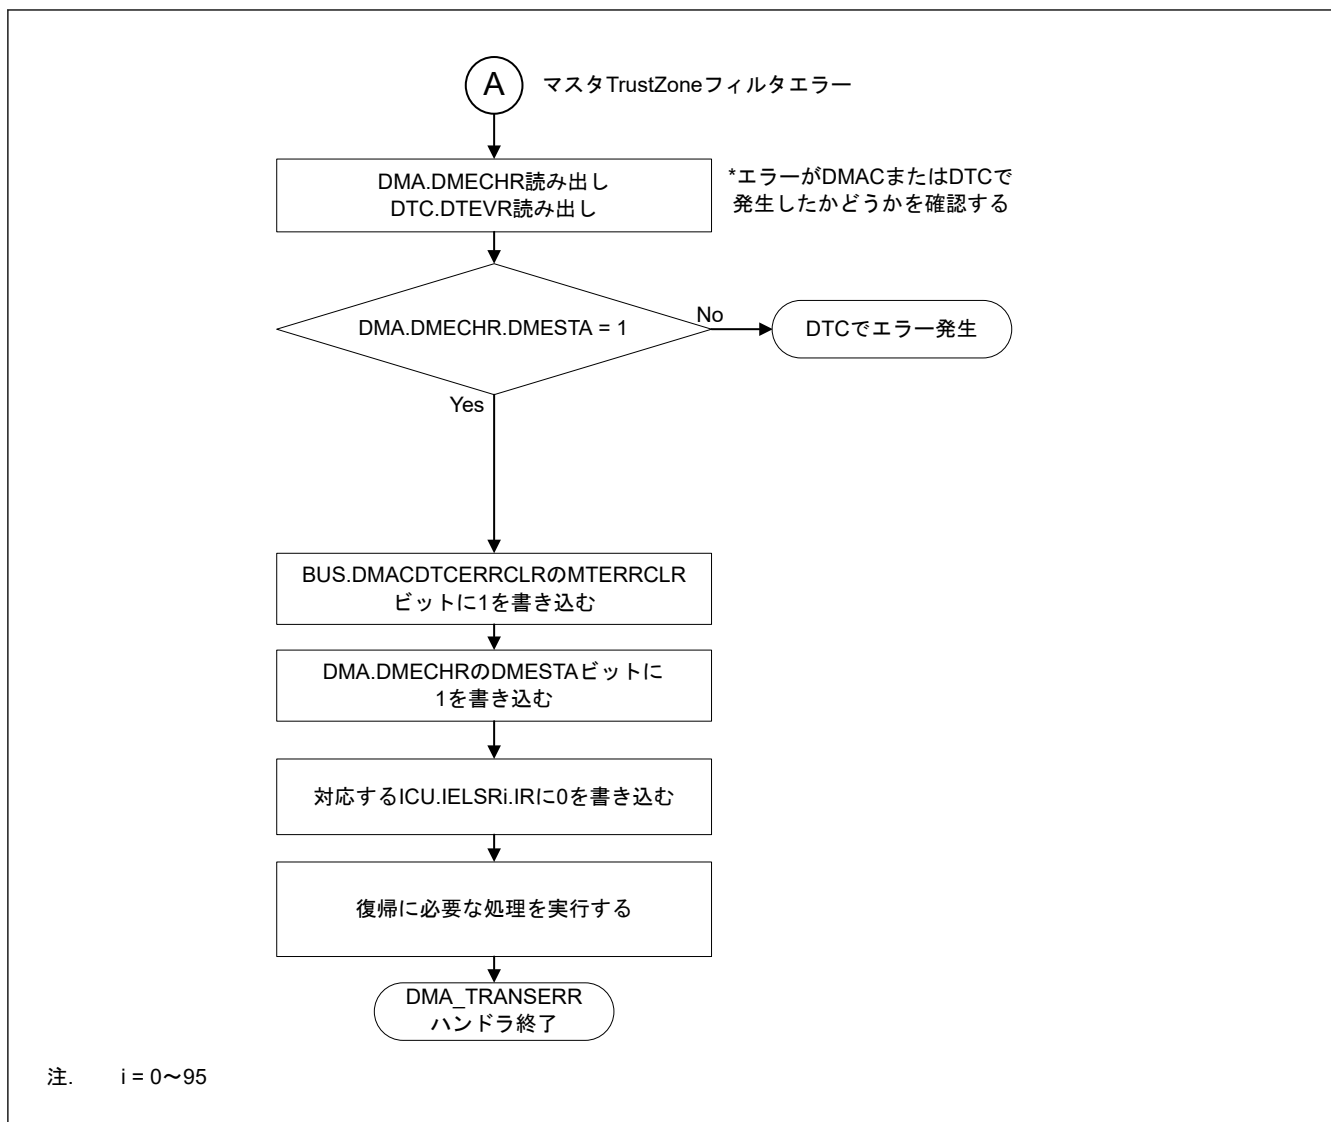

図 16.28 マスタ TrustZone フィルタエラーの DMA\_TRANSERR ハンドラにおける処理
- 図 16.28 に DMAC のマスタ TrustZone フィルタエラーが発生したチャンネルを確認するフローを示します。